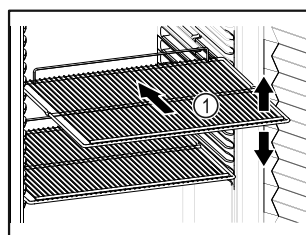

Fig. 40 Voorbeeld
- ☐ Indien de legroosters Fig. 40 (1) verplaatsbaar zijn, deze aan de hoogte aanpassen.